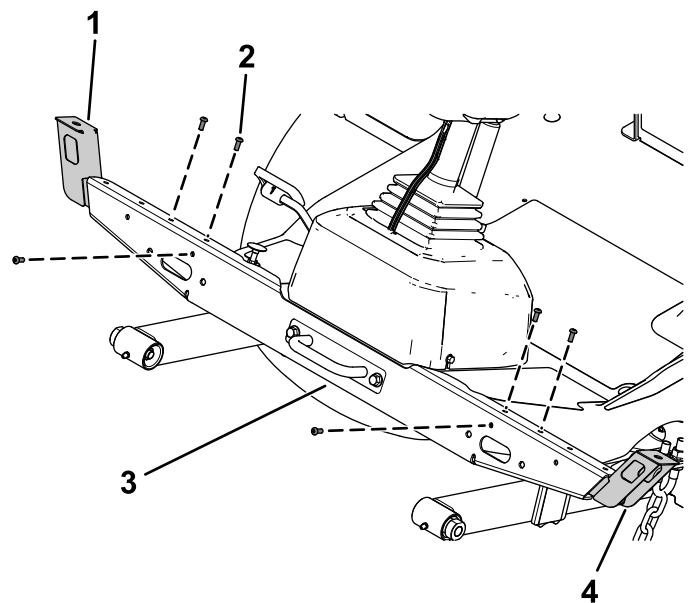

Figura 19
- 3. Fissate il supporto del faro sinistro e di quello destro sul supporto trasversale dei fari inserendo 3 bulloni a testa bombata (1/4" x 5/8") nelle piastrine per viti autofilettanti di ciascun lato (Figura 19).